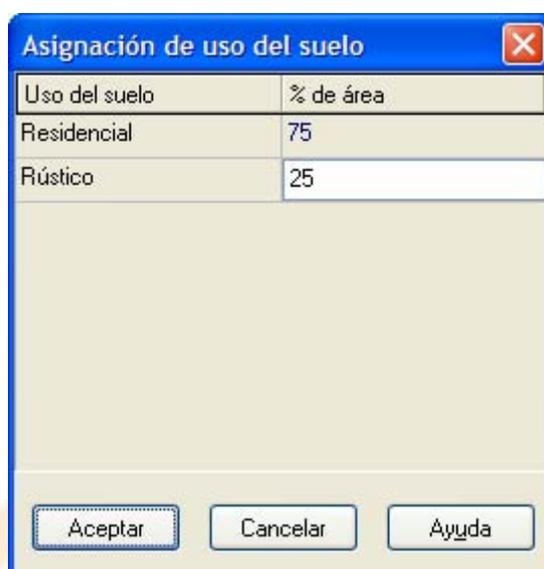

Figura 2.22. Ventana de diálogo de Asignación de Usos del Suelo.
3. En la ventana de diálogo que aparece de Asignación de Usos del Suelo, introducir **75** para el porcentaje de área Residencial y **25** para el porcentaje de uso del suelo Rústico (ver Figura 2.22).